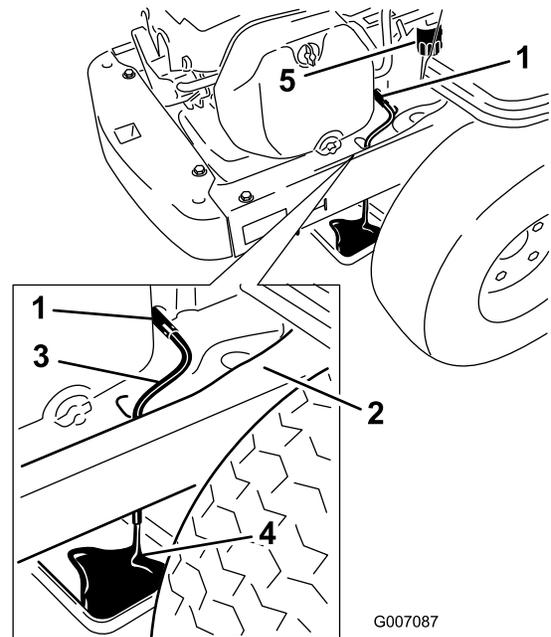

Figure 38
7. Placez un bac de vidange sous la machine, juste sous le flexible de vidange (Figure 38).
8. Tournez le robinet de vidange d'huile de 1/4 de tour dans le sens antihoraire pour l'ouvrir et permettre à l'huile de s'écouler (Figure 38).
11. Enlevez le filtre usagé et essuyez le socle de montage (Figure 38).
13. Enlevez le flexible de vidange et essuyez les coulées d'huile sur le cadre (Figure 38).